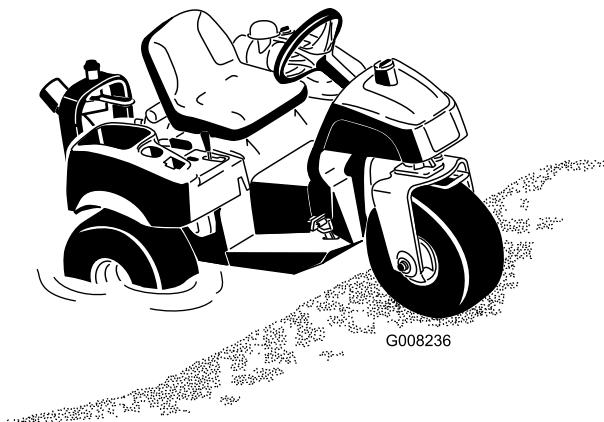

Bild 11
1. Starten Sie den Sand Pro und fahren Sie ihn langsam rückwärts in den flachsten Teil des Bunkers. Fahren Sie nicht in Wasser, dessen Stand tiefer als die Radnaben am Sand Pro sind (Bild 11).